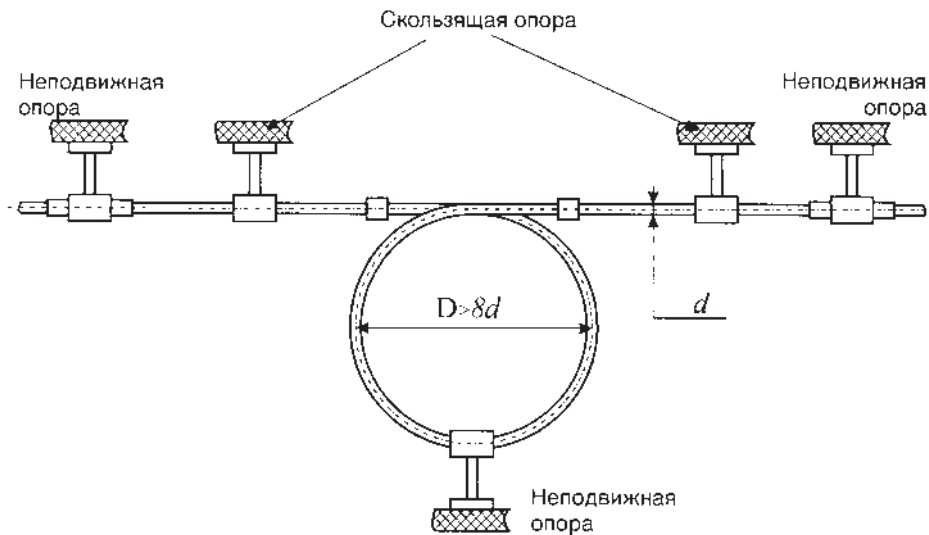

Рис. 3: Петлеобразный метод компенсации
- ▣ с помощью петлеобразных (круговых) компенсаторов (рис.3)